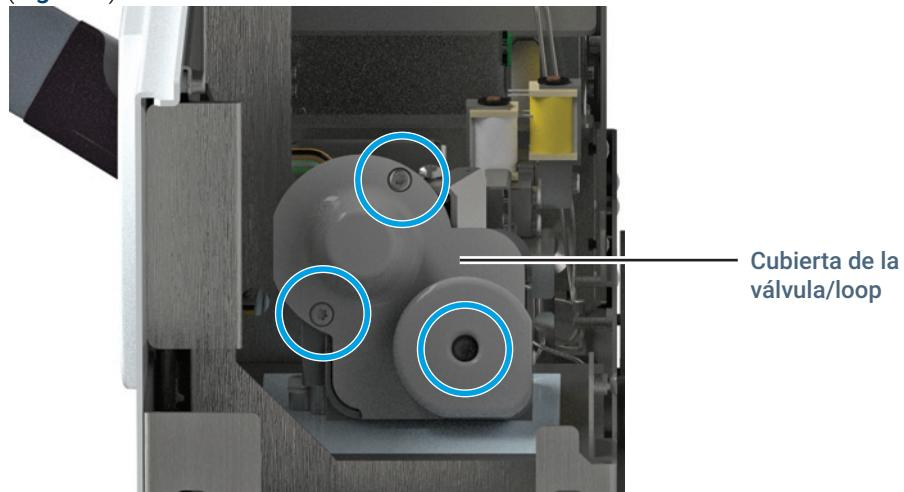

Figura 9. Cubierta de la válvula/loop
- 4 Afloje completamente los tres tornillos cautivos T-20 Torx de la cubierta de la válvula/loop (Figura 9).